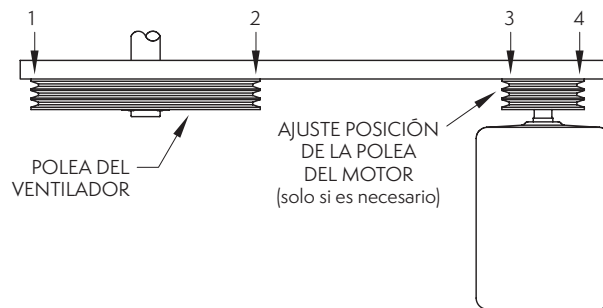

Figura 19 – Verificación de alineación de las poleas
9. Como verificación final, coloque un borde recto de polea a polea, como se muestra en la **Figura 19**. Debe haber un contacto de cuatro puntos. Ajuste la posición de la polea del motor según sea necesario, hasta que se logre el contacto de cuatro puntos.